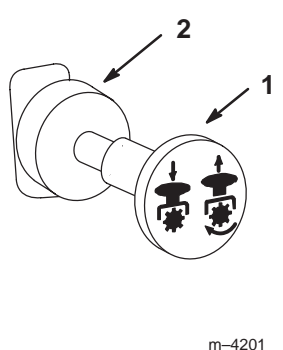

Figure 15
3. Placez la commande de prise de force (PdF) en position *débrayée* (Fig. 15).